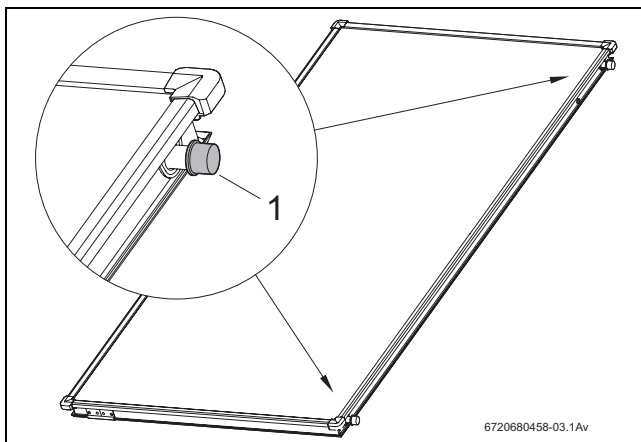

Fig. 5 Cubiertas de plástico en las conexiones del captador
- ▶ Las cubiertas de plástico (Fig. 5, [1]) sólo deben retirarse justo antes del montaje.